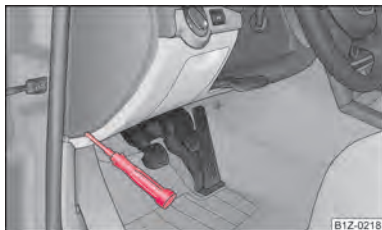

Fig. 176 Capacul suportului de siguranțe: Tabloul de bord, lateral
- Îndepărtați capacul de siguranță de pe lateralul tabloului de bord cu ajutorul unei șurubelnițe ⇒ **fig. 176**, respectiv capacul cutiei cu siguranțe din compartimentul motorului ⇒ pagina 211.